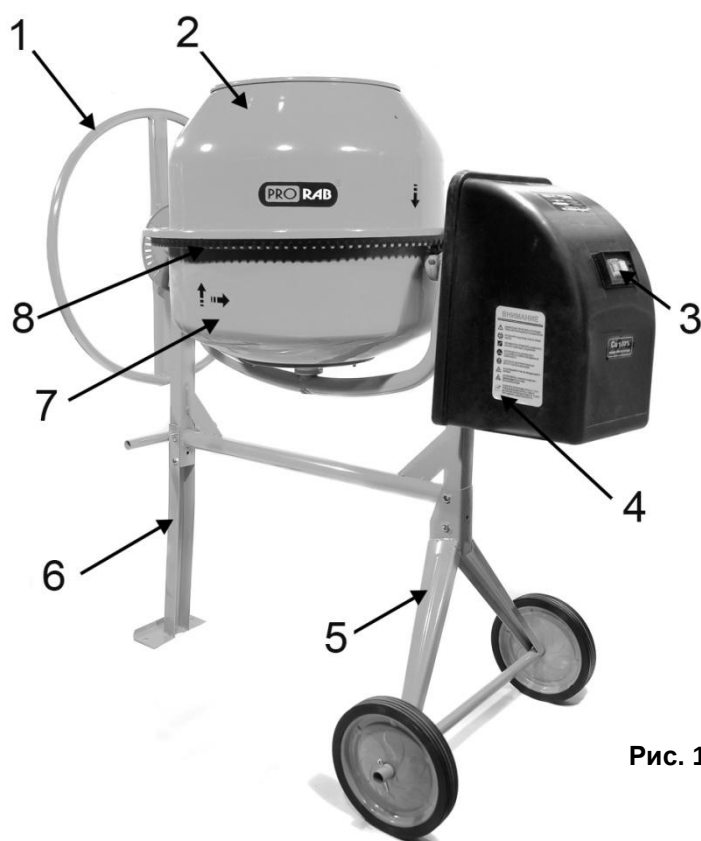

Рис. 1
- Наденьте на стойку оси (5)(См. Рис.1) колеса. И зафиксируйте их с помощью стопоров - шплинтов
- Поместив верхний барабан (2)(См. Рис.1) на обод нижнего барабана (7)(См. Рис.1), убедитесь в совпадении пазов и стрелок, и свободном вращении лопастей внутри барабана.
- Трансмиссия бетоносмесителя закрыта защитным кожухом (4) (См. Рис.1)
2. Нажмите на зеленую кнопку включения (3)(См. Рис.1), расположенную сбоку на защитном кожухе электродвигателя.
3. Для отключения – нажмите на красную кнопку (3)(См. Рис.1).
- Наклон и позиция барабана фиксируется с помощью колеса (1)(См. Рис.1) на боковой его части. Барабан зажимается в определенном положении посредством специального рычага на колесе. Переворачивать барабан можно, если он зафиксирован с помощью ножной педали. Для того, чтобы поставить барабан в фиксированную позицию, ослабьте педаль и вращайте колесо пока положение не зафиксироваться.